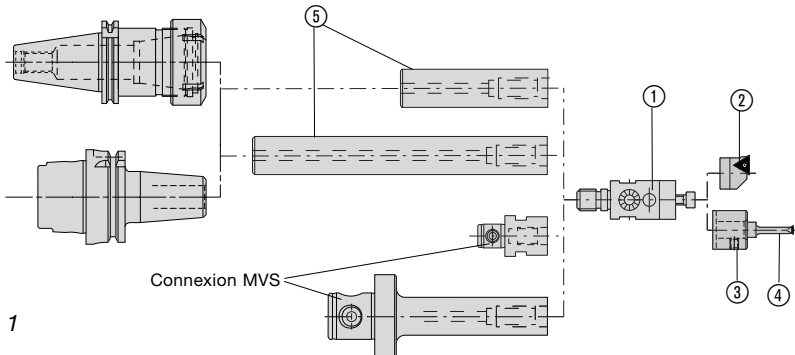

figure 1
La gamme des outils de précision d'alésage ① est prévue pour une plage d'alésage allant de Ø 3,0 à 30,2 millimètres. Sur tous les outils, il est possible de monter des porte-plaquettes ②. Pour les outils référencés 248 002 et 248 003 il est possible de monter des éléments intermédiaires ③ pour le porte plaquette ④ ou pour alésage Mini (figure 1).
Les outils peuvent être fixés sur différentes longueurs avec des queues cylindriques ⑤ et sur des modules intermédiaires avec la connexion MVS. Avec un mandrin à pince, il est possible de régler la longueur de sortie selon les dimensions du travail d'alésage demandé (figure 1)